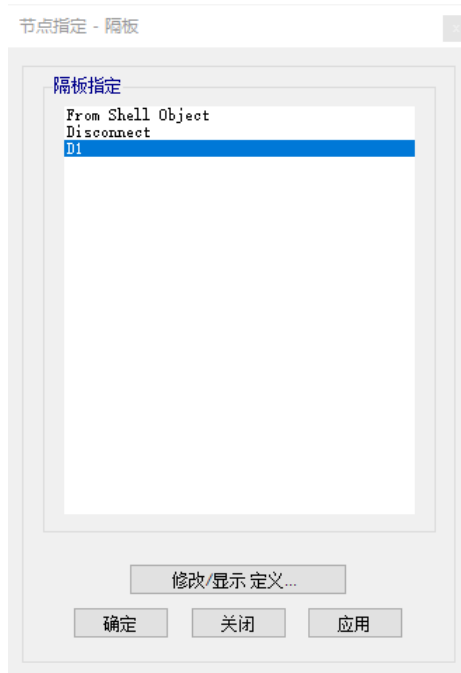

图 5-14 隔板指定对话框
5. 点击菜单指定>节点>隔板，弹出如图 5-14 所示的对话框。